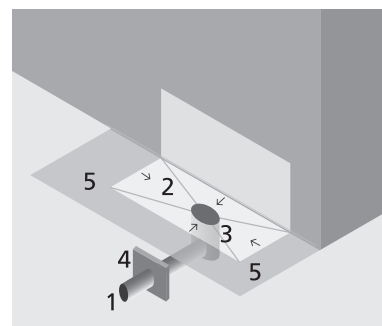

Abb. 2
- Der Güterumschlagplatz muss nach Möglichkeit **überdacht\*** und **abflusslos** sein. Durch unterschiedliche Gefälle und/oder Entwässerungsrinnen muss dieser von den übrigen Verkehrsflächen getrennt entwässert werden (Abb. 2, Punkt 5). Falls **keine Überdachung** möglich ist, muss der Güterumschlagplatz möglichst klein sein und die Platzentwässerung an die Schmutz- oder Mischwasserkanalisation angeschlossen werden.
Der Anschluss an die Regenwasserkanalisation ist nicht zulässig (Abb. 2, Punkt 1). Falls das Regenwasser abgepumpt wird, so kann die Platzfläche durch Ausschalten der Pumpen abgesichert werden (dabei sind die Brandschutzvorschriften zu beachten).
- Der Güterumschlagplatz muss mit einem **dichten Belag befestigt** sein, so dass auslaufende Flüssigkeiten nicht in den Untergrund gelangen können. Bei gewissen Stoffen ist dazu ein Spezialbelag nötig (Abb. 2, Punkt 2).
- Der Güterumschlagplatz muss über ein **Rückhaltevolumen** verfügen, in welchem die auslaufende Flüssigkeit aufgefangen wird (Abb. 2, Punkt 3). Die Grösse richtet sich nach der **Tabelle auf Seite 7**. Als Rückhaltevolumen kann ein abflussloser Schacht, eine beckenförmige Platzfläche oder Auffangbehälter verwendet werden. Ebenfalls ist es möglich, mit einem Schieber (manuell, elektrisch oder pneumatisch, Abb. 3) das Volumen der Entwässerungsleitung als Rückhalt zu verwenden (Abb. 2, Punkt 4; siehe auch Seite 8 «Was ist zusätzlich zu beachten?»).